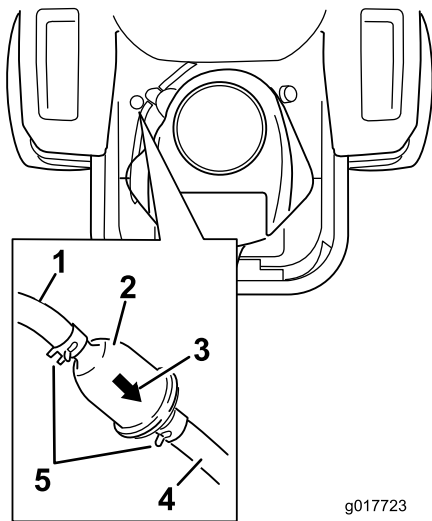

Figura 39
4. Levante el asiento y localice los filtros de combustible, según se muestra en Figura 39.
7. Instale un filtro nuevo – la flecha que indica el sentido de flujo debe apuntar hacia el motor. Acerque las abrazaderas al filtro (Figura 39) para sujetarlo.